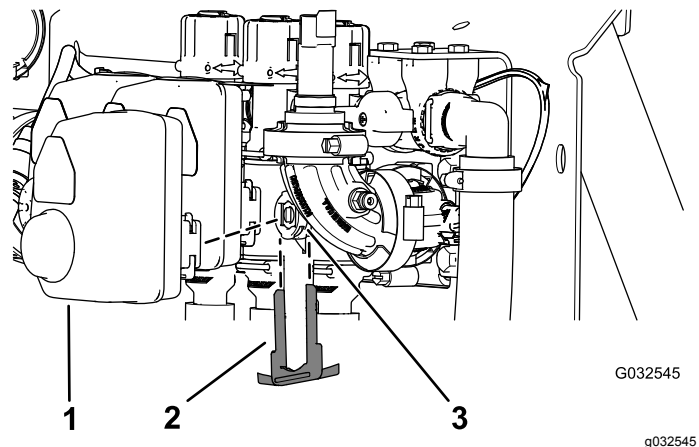

Figura 99
2. Retire la horquilla de retención que sujeta el actuador la válvula multivía (válvula de sección o válvula de agitación) (Figura 99).